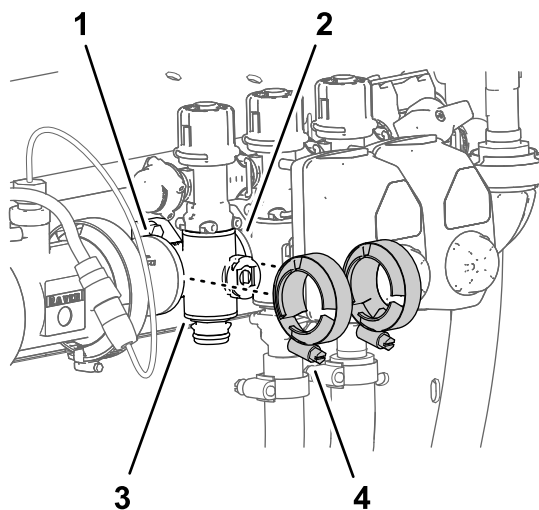

Figura 119
4. Montate, senza serrare, i morsetti flangiati rimossi in Rimozione della valvola del collettore della sezione \(pagina 85\) sulle flange del collettore della valvola della sezione e sulle flange dell'altra o delle altre valvole delle sezioni e/o dell'adattatore di accoppiamento (Figura 119).
7. Serrate i 2 morsetti flangiati manualmente (Figura 119).